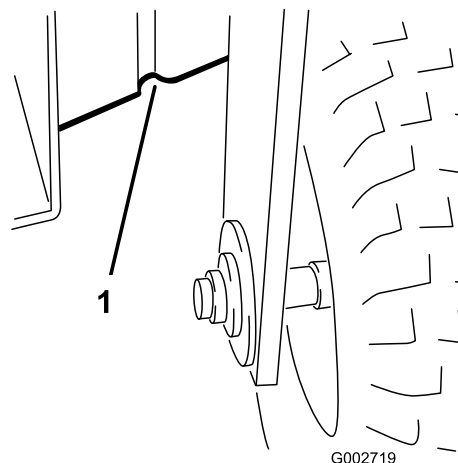

Figure 20
- Avant sous le châssis, derrière la roue avant (Figure 20).